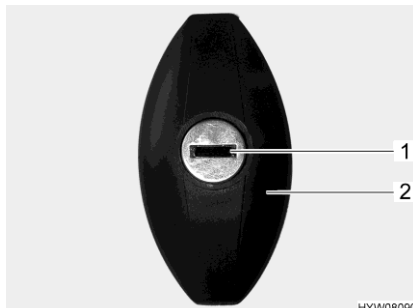

Bild 59 Lucklås
- Stick in nyckeln i låscylindern (Bild 59,1) och vrid ett halvt varv moturs. Låshandtaget (Bild 59,2) frigörs.